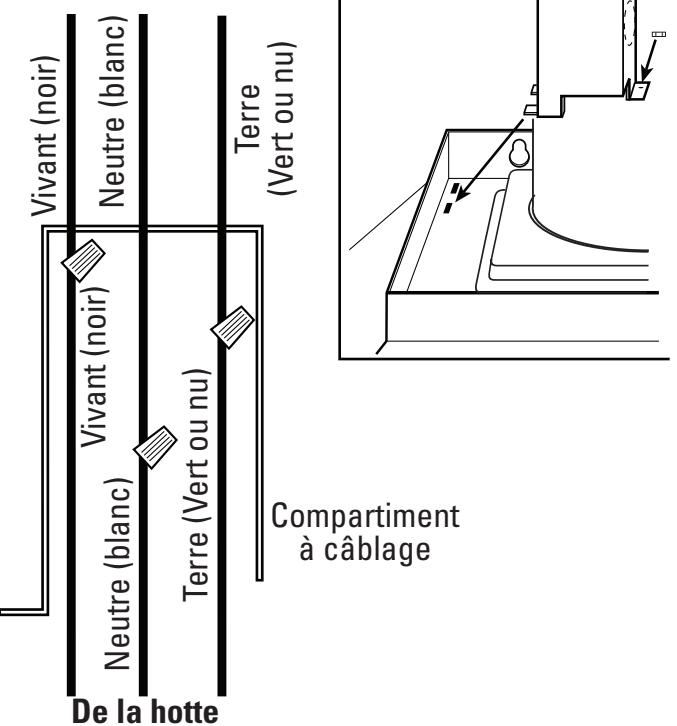

Figure 5
- Reliez le fil blanc de la hotte au fil blanc de l'approvisionnement, et le fil noir de la hotte au fil noir de l'approvisionnement. Reliez le fil de terre de la maison (vert ou nu) et le fil vert de la hotte. Utilisez les méthodes approuvées pour tous les raccordements. Réinstallez le compartiment du fil en glissant les languettes de nouveau dans les trous puis réinstallez alors la vis qui a été enlevée plus tôt. Assurez-vous que tout le câblage est contenu en sûreté dans le compartiment de fil (Figure 5).